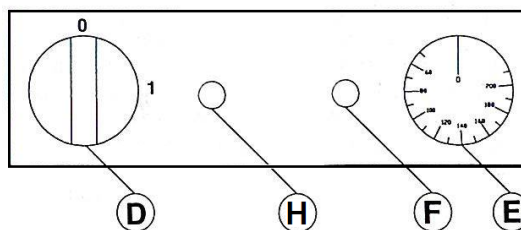

Fig.3 – Abb.3
2. Den Schalter auf Position 1 stellen (D Abb.3). Die Kontrollleuchte schaltet sich ein (H Abb.3).
3. Den Thermostat (E Abb.3) drehen, bis die gewünschte Temperatur eingestellt ist. Die Kontrollleuchte (F Abb.3) schaltet sich ein und schaltet sich aus, sobald die eingestellte Temperatur erreicht ist.
1. Den Thermostat (E Abb.3) auf "0" stellen.
2. Den Schalter (D Abb.3) auf "0" stellen und kontrollieren, dass beide Kontrollleuchten ausgeschaltet sind.
- der Sicherheitsthermostat (G Abb.4) in der normalen Position ist (roter Stift nicht abgesenkt). Der Sicherheitsthermostat greift ein, wenn die Öltemperatur auf Grund von Betriebsstörungen des Betriebsthermostats (E Abb.3) 230°C überschreitet.
2. Pulse el interruptor hacia la posición 1 (D fig.3): el indicador luminoso se enciende (H fig.3);
3. Gire el termostato (E fig.3) hasta alcanzar los grados deseados. Se encenderá el indicador luminoso de calefacción (F fig.3) y se apagará al alcanzar la temperatura fijada.
1. Coloque el termostato (E fig.3) en la posición 0.
2. Coloque el interruptor (D fig.3) hacia la posición 0 y control que los dos indicadores luminosos se apaguen.
El termostato de seguridad se acciona cuando la temperatura del aceite supera 230° a causa de un funcionamiento incorrecto del termostato de funcionamiento (E fig.3).